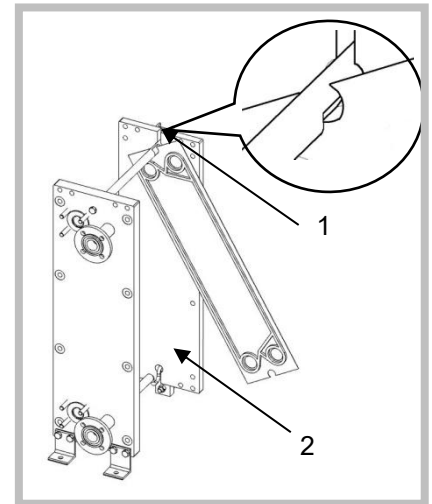

Figura 34
2. Guíe las placas intercambiadoras de calor individualmente al área de las barras soporte del apoyo, que presente un fresado [1]. En esta área, las placas intercambiadoras de calor pueden girarse lateralmente, en función del diseño de la barra de apoyo inferior, y, a continuación, extraerse del bastidor hacia abajo (Figura 34).